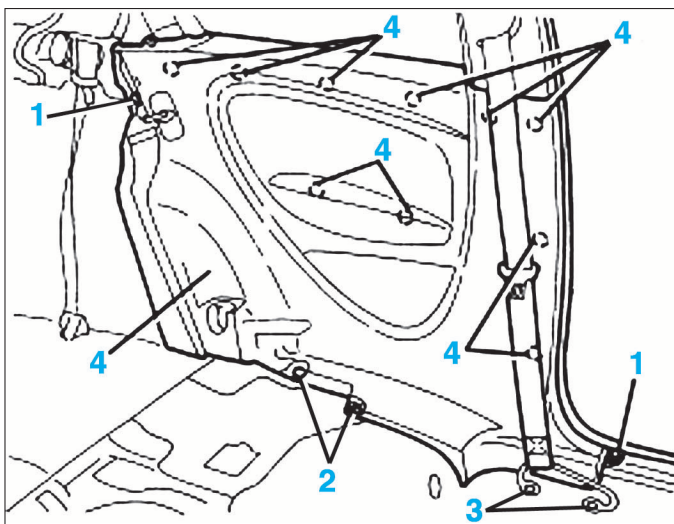
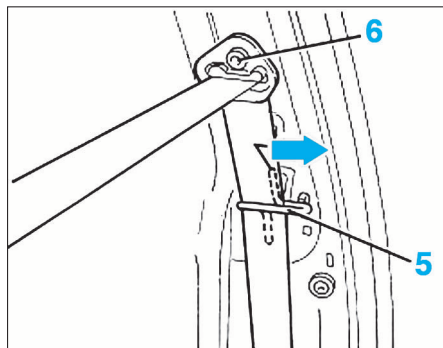
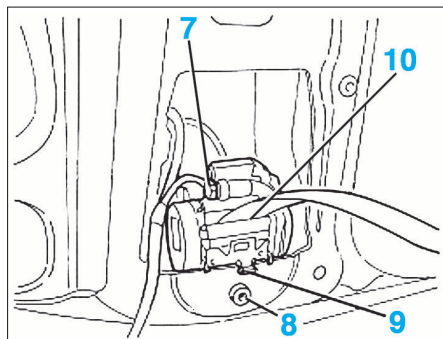

FIG. 21
FIG. 22
FIG. 23
- les vis de fixation (1) avant et arrière de la garniture latérale de panneau arrière (Fig.21).
- les écrous plastique (2) de fixation inférieure.
- les vis de fixation (3) de la ceinture sur la plancher.
- Décliper la garniture latérale de panneau arrière de ses clips (4).
- Dégager le guide (5) de la ceinture du montant central en le tirant vers l'avant (Fig.22).
- Déposer la vis du renvoi (6) de la ceinture de sécurité sur le montant central.
- Débrancher le connecteur électrique (7) du prétensionneur (Fig.23).
- Déposer la vis de fixation (8) de l'enrouleur de ceinture (10).
- Dégager l'enrouleur avec la ceinture de la patte (9).
- Déposer la vis de fixation (4) de la ceinture sur l'armature du siège.